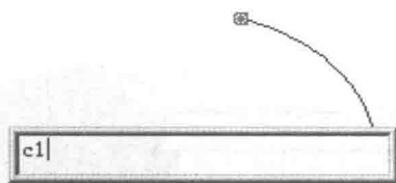

图 1-11 曲线切法线方式
① 选择菜单“工具”→“坐标系”→“创建坐标系”命令,在立即菜单中选择“曲线切法线”方式。
② 拾取曲线。
③ 拾取曲线上一点为坐标原点。
④ 弹出输入框,在此输入坐标系名称,如图1-11所示,按回车键确定。